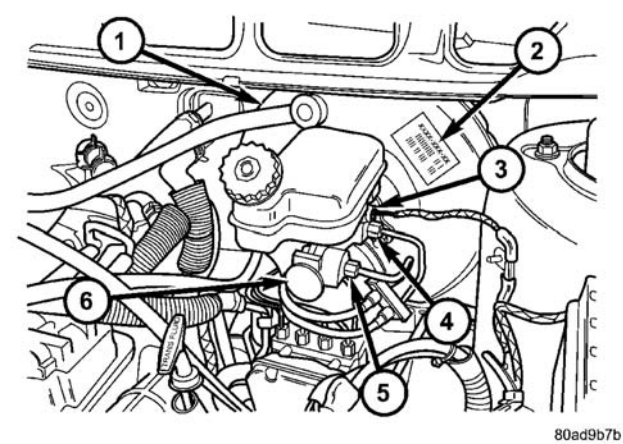

图 4 制动总泵和助力器
制动液位开关位于总泵的制动液储液罐中（图 4）。
- （1）从制动液储液罐液位开关（图 4）拆下线束接头。
- （2）将车辆线束接头连接到制动液位开关上（图 4）。